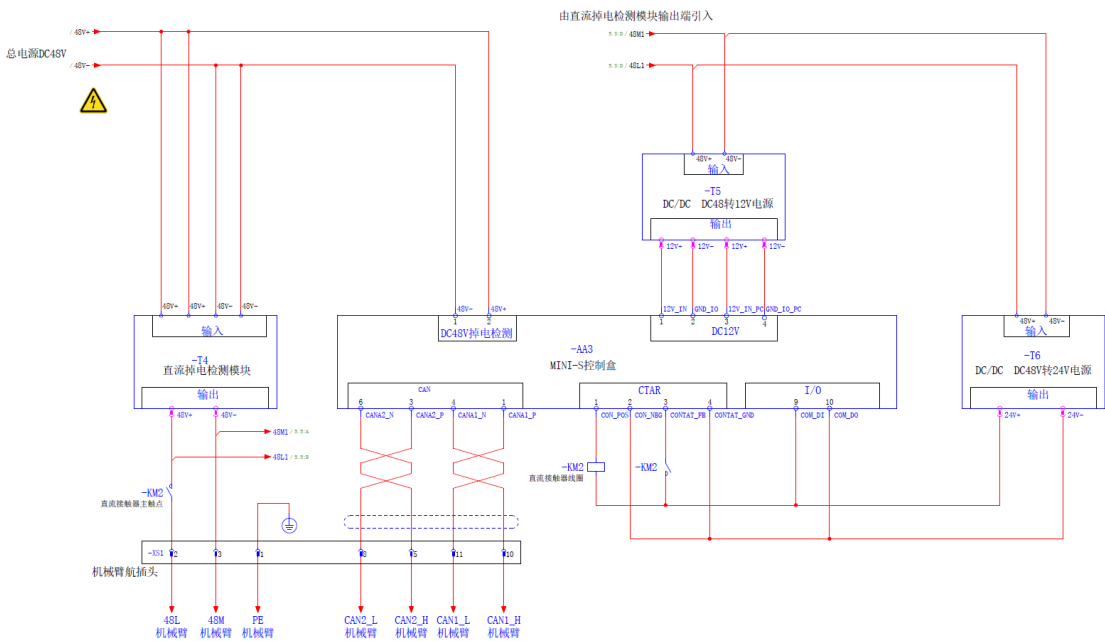

图 5-3 直流控制盒接线示意图
- 4. 如下图 5-3 所示，将电缆连接到对应的机器人本体、控制盒及 DC-48V 直流电源。